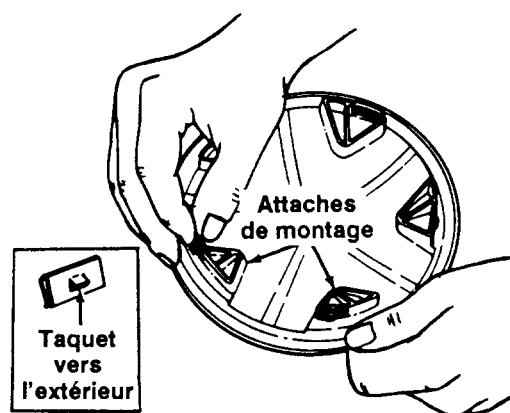

Figure 10
- a. Mettez cinq attaches de montage sur chaque enjoliveur, comme à la figure 10, les taquets des attaches étant tournés vers l'avant.